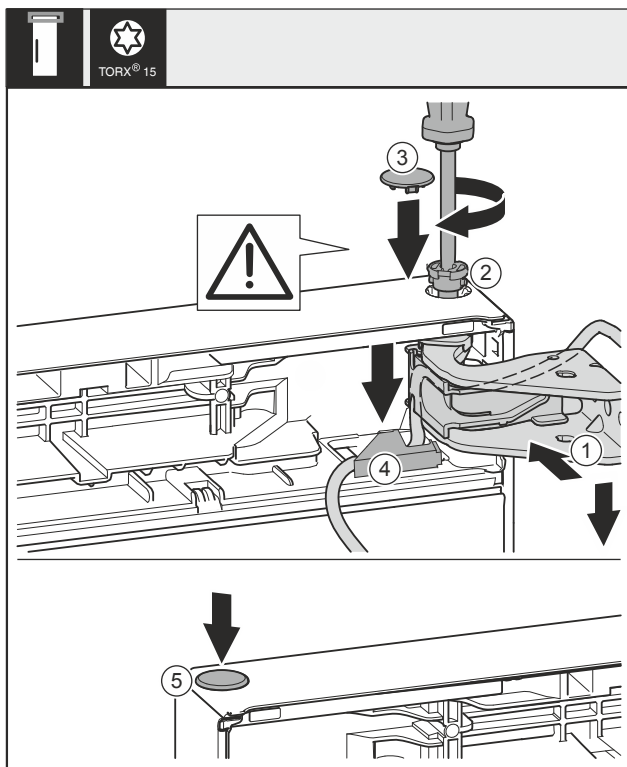

Fig. 30
- Poravnajte gornja vrata prema otvoru u podlošku ležaja Fig. 30 (1).
- Umetnite svornjak Fig. 30 (2) i pritegnite ga odvijačem.
- Montirajte sigurnosni pokrov radi osiguravanja vrata: Umetnite sigurnosni poklopac Fig. 30 (3) i provjerite naliže li na vrata. U suprotnom potpuno umetnite svornjake.
- Umetnite poklopac Fig. 30 (4) i pritisćite ga prema dolje dok se ne uglati.
- Umetnite čep Fig. 30 (5).